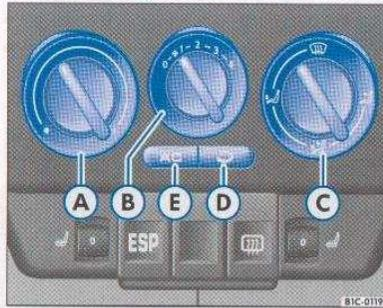

Fig. 60 Consola central: mandos del aire acondicionado
- Si el mando ⇒ página 72, fig. 60 B está uno de los niveles 1 a 4.
– Con los mandos ⇒ fig. 60 podrá regular la temperatura (A) y la distribución del aire (C). Con el mando (B) podrá seleccionar la velocidad de la turbina.
– Para activar o desactivar la función deseada deberá pulsar la tecla  (D) para la recirculación del aire o  (E) para el aire acondicionado. El testigo de la tecla en cuestión se enciende cuando se activa la función.